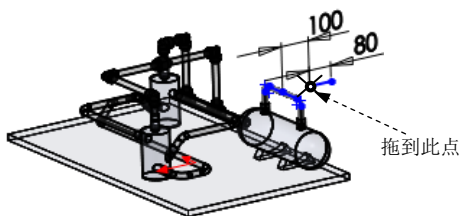
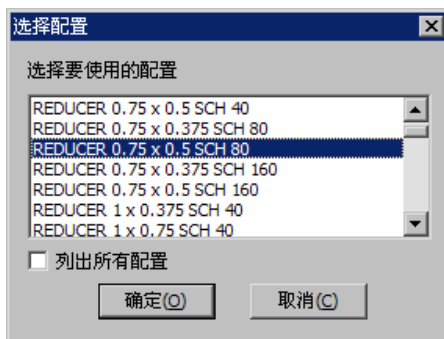

图 11.9.24 横断面草图
图 11.9.25 “选择配置”对话框
Step2. 绘制管道线路。绘制图 11.9.24 所示的横断面草图。
Step3. 添加异径管。打开设计库中的 **\routing\piping\reducers** 文件夹，选择 **reducer** 异径管为拖/放对象；将异径管拖到图 11.9.24 所示的端点，系统弹出“选择配置”对话框，如图 11.9.25 所示，选择 **REDUCER 0.75 x 0.5 SCH 80** 配置；单击 **确定 (O)** 按钮，完成异径管配件的添加。